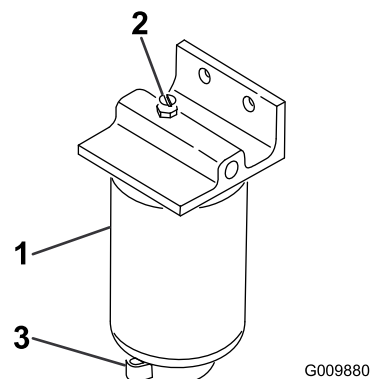

Figura 66
2. Liberte a válvula de escoamento que se encontra na zona inferior do recipiente do filtro (Figura 66).
1. Limpe a zona de montagem do recipiente do filtro (Figura 66).